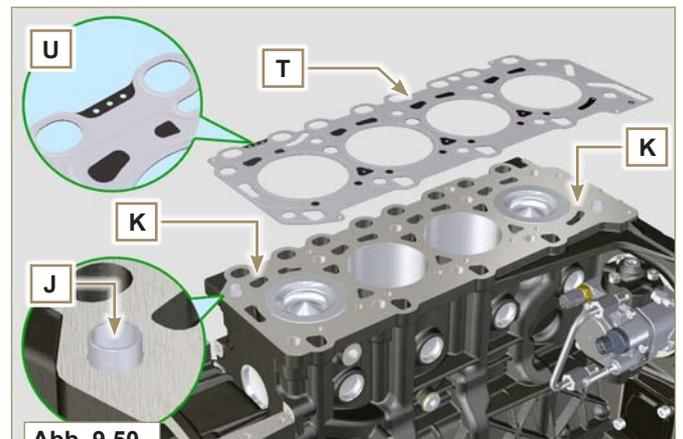

Abb. 9.50
- 4 - Auf der Grundlage des in Punkt 3 erhobenen Werts, die Dichtung **T** in Übereinstimmung mit den Angaben von Tab. 9.2 wählen (Abb. 9.50 Detail U).